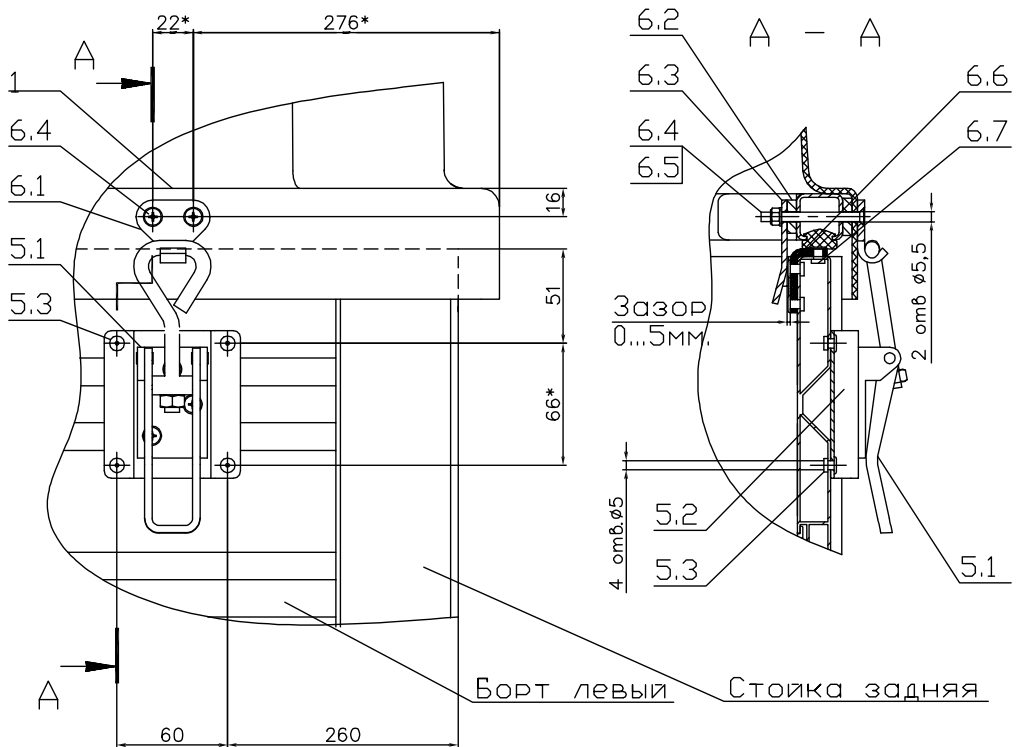

Рисунок 3.
15. В подготовленные отверстия, в задней части крышки установить в соответствующем порядке (рис. 3, сечение А-А) винты 6.4, крючок 6.1, проставочную пластину 6.2 и ловушку 6.3. Для обеспечения зазора 0...5мм. между ловушкой 6.3 и бортом прицепа разрешается пункт 16 собирать без проставочной пластины 6.2.
19. Просверлить отверстия  $\varnothing 5,5$  мм под замки 5, используя подставку замка 5.2 как шаблон (рис. 3).